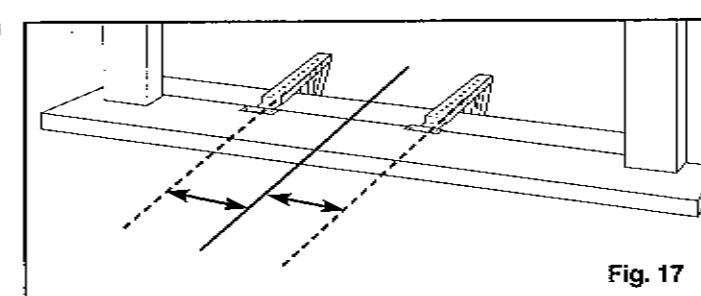

Fig. 17
B. Measure the length of the inside sill and find the center as shown in Fig. 17.
B. Mesurez la longueur de l'intérieur du rebord de la fenêtre et trouvez le centre, tel qu'il est montré à la Fig. 17.